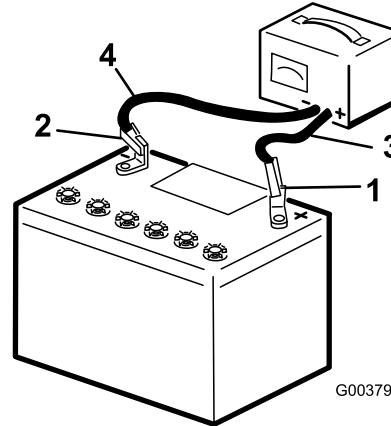

Bild 78
3. Schließen Sie das Plus-Batterieladegerätakabel am Pluspol der Batterie an (Bild 78).
4. Schließen Sie das Minus-Batterieladegerätakabel am Minuspol der Batterie an (Bild 78).
- Wenn die Batterie ganz aufgeladen ist, ziehen Sie den Stecker des Ladegeräts aus der Stromquelle. Klemmen Sie dann die Klemmen des Ladegeräts von den Batteriepolen ab (Bild 78).